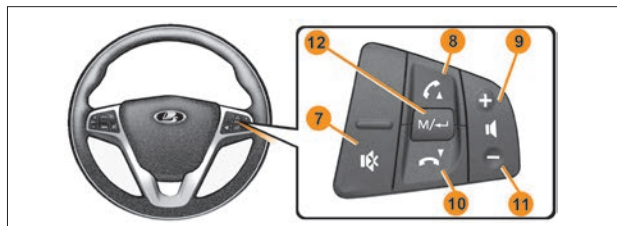

Рис. 2. Блок управления мультимедийной системой
- выключатель «M/» – выбор источника (радио/USB/SD), (рис. 2, п. 12);